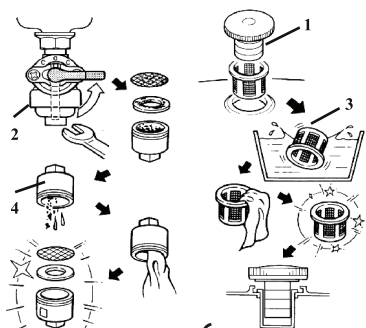

рис. 6
7.5.1 Снимите крышку бензобака 1 (рис. 6) и колпачок крана подачи бензина 2 (рис. 6), стараясь не повредить уплотнения. Слейте остатки топлива во вспомогательную ёмкость.
7.5.2 Удалите загрязнения с фильтров 3 и 4 (рис. 6) промыванием в лёгком растворителе (типа №646, Уайт-Спирит) и продувкой. Высушите фильтры и установите их на место.
7.7.2 Удалите или полностью выработайте имеющуюся в баке топливную смесь. Слив производите, сняв колпачок 2 (рис. 6) крана подачи топлива.